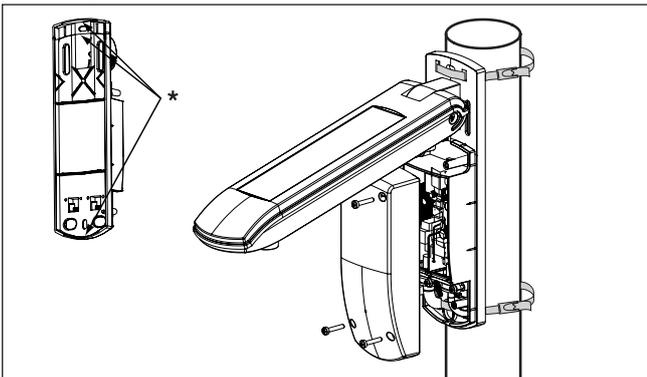

Abb. 6 Montage an einem Standrohr
- Entfernen Sie die dünnen (dreieckigen) Stege an der oberen und unteren Kante der Montageplatte mit einem Seitenschneider (Abb. 6 \*).